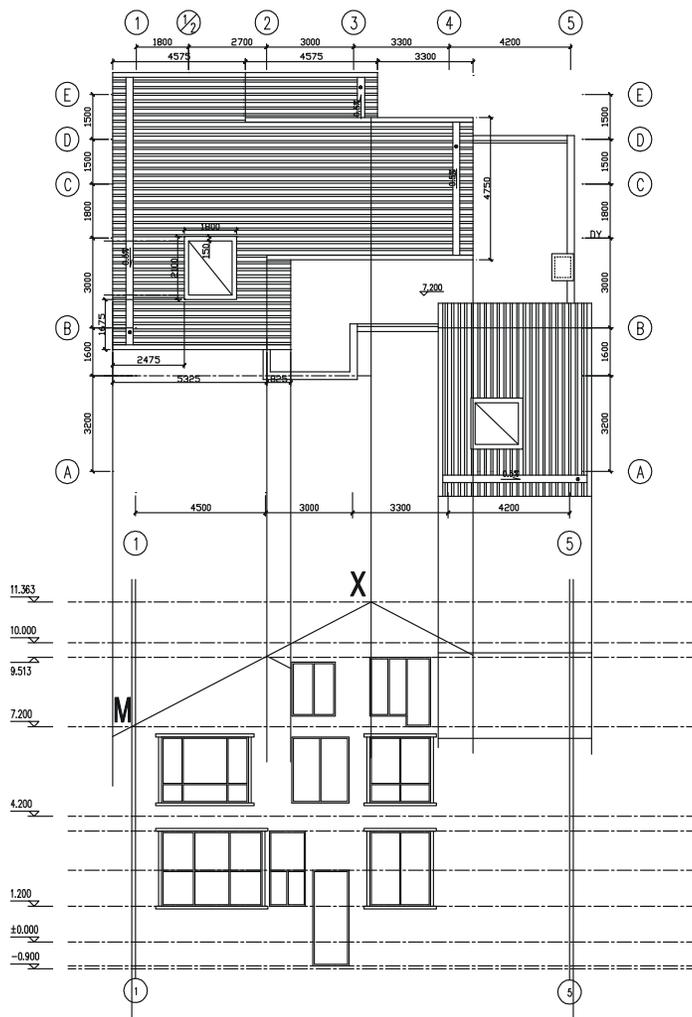

图 10-1-13
- STEP 12** 使用绘制直线命令 LINE，连接图 10-1-13 所示的点 X、M 绘制出瓦面的瓦檐基线，再使用镜像命令 MIRROR 镜像得到另一边的瓦檐基线，同理绘制其他的瓦檐基线，并进行相应的修剪，如图 10-1-13 所示。